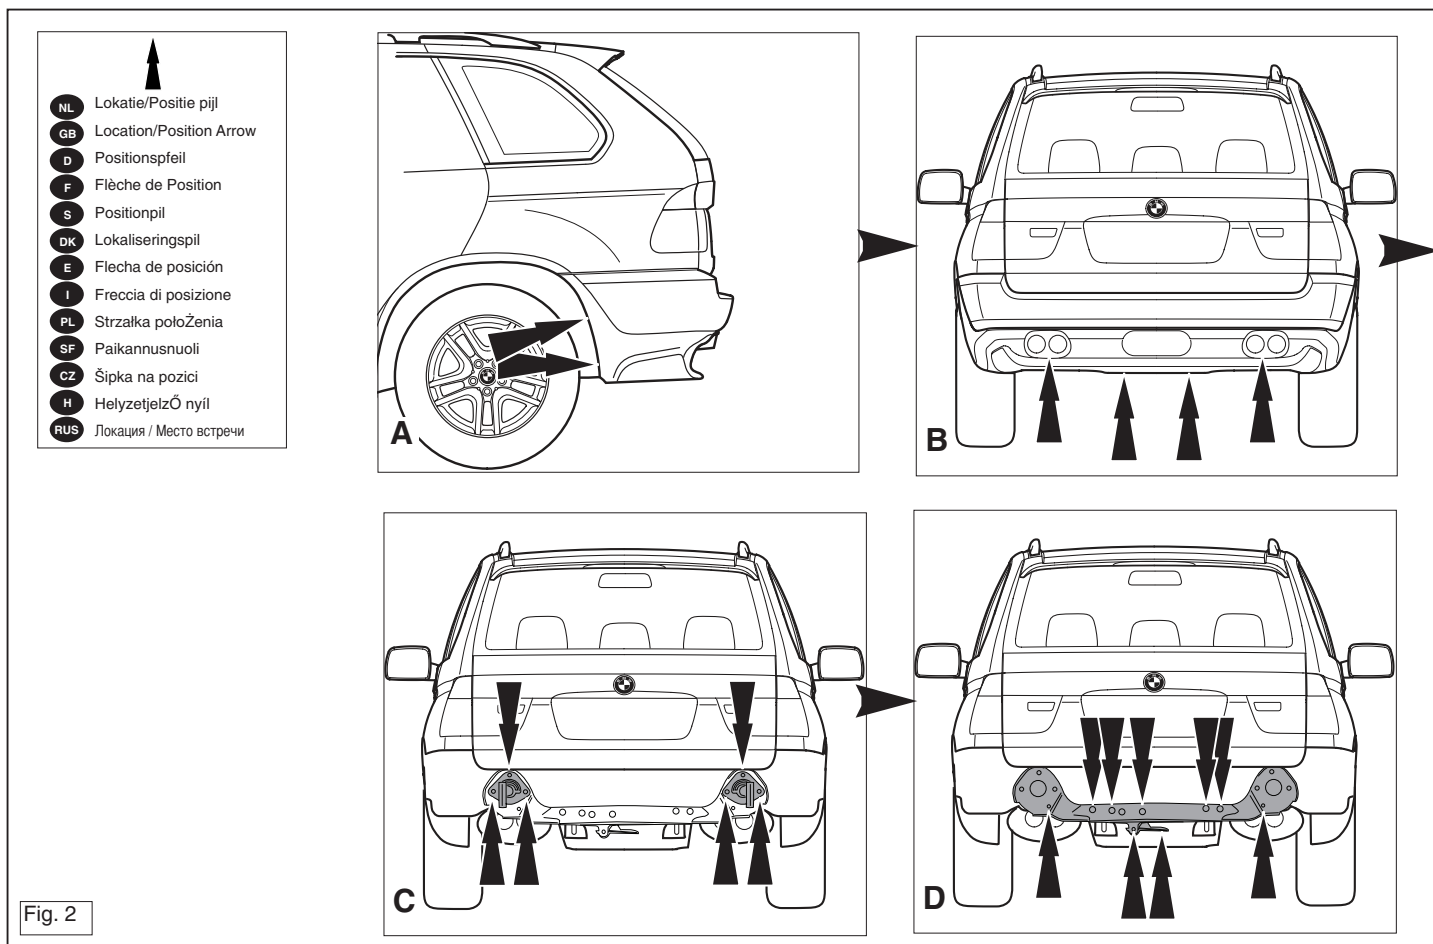

Fig. 2
5. Remove the bumper. (See figure 2).
6. Remove the bumper supports. (See figure 2).
5. Die Stoßstange abmontieren. (Siehe Abbildung 2).
6. Die Stoßstangenhalterungen abmontieren. (Siehe Abbildung 2).
5. Démonter le pare-chocs. (Voir la figure 2).
6. Démonter les supports du pare-chocs. (Voir la figure 2).